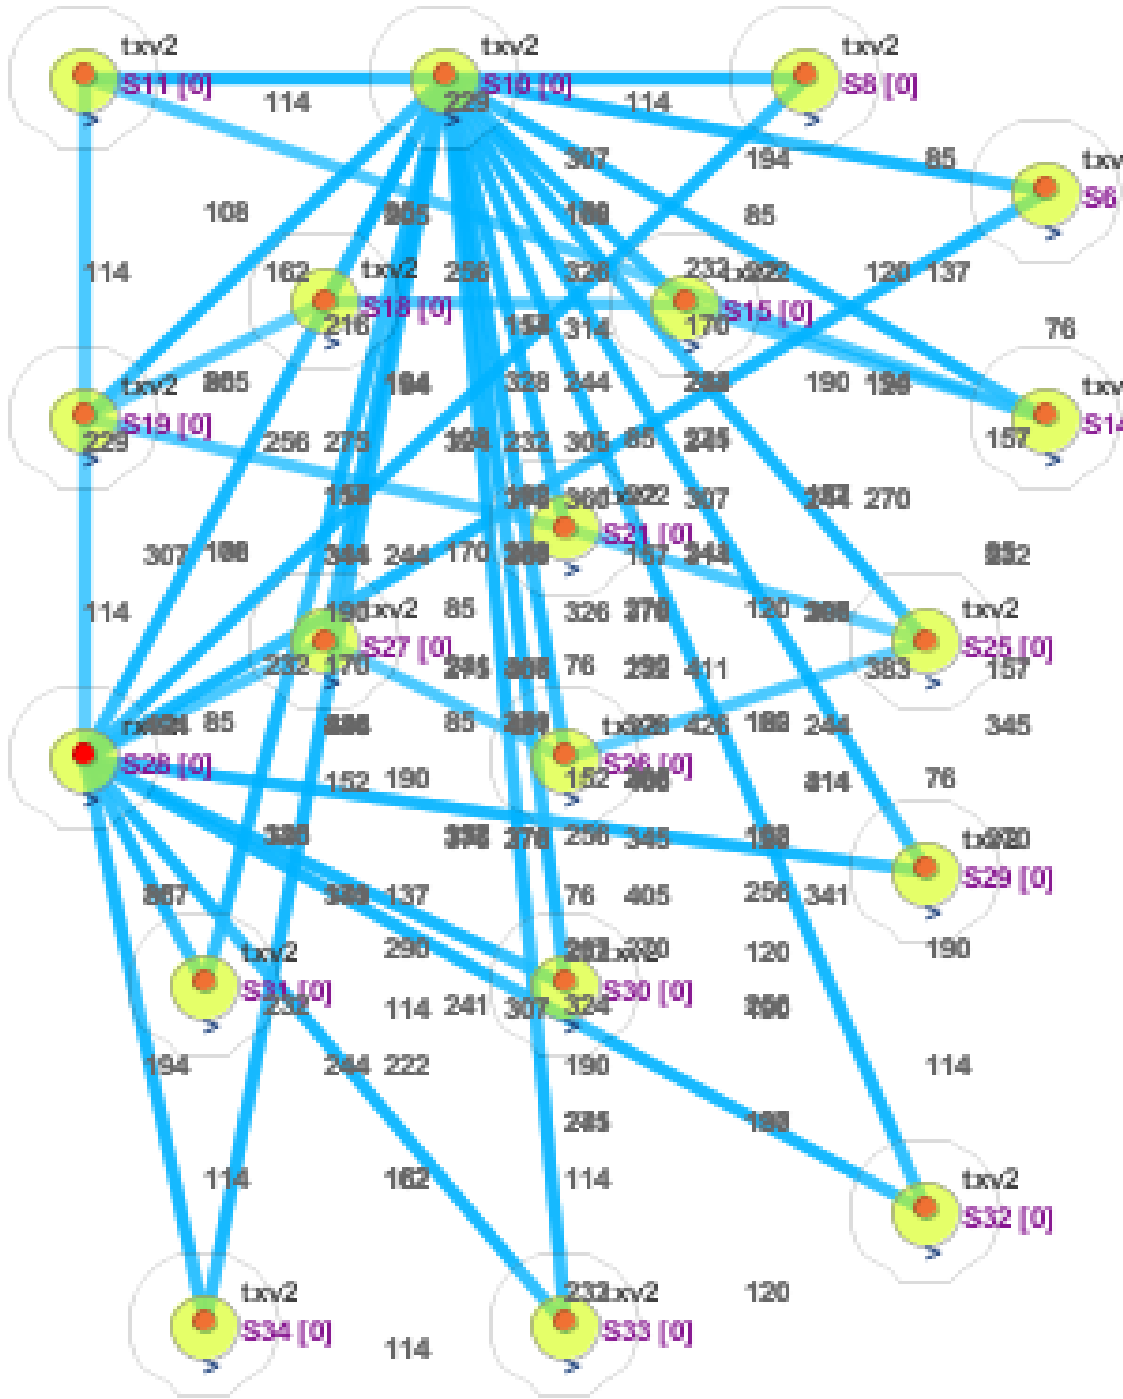

Figura 5.- Comunicación de la red de sensores
- Se realizó la simulación de la comunicación de los sensores dentro de un área de 200.427,15 m2 de terreno perteneciente a la Hacienda Lourdes, se comprobó que con un número mínimos de 19 sensores simulados se logra la cobertura total del terreno y la comunicación exitosa entre todos los nodos, tal como se muestra en la Figura 5.